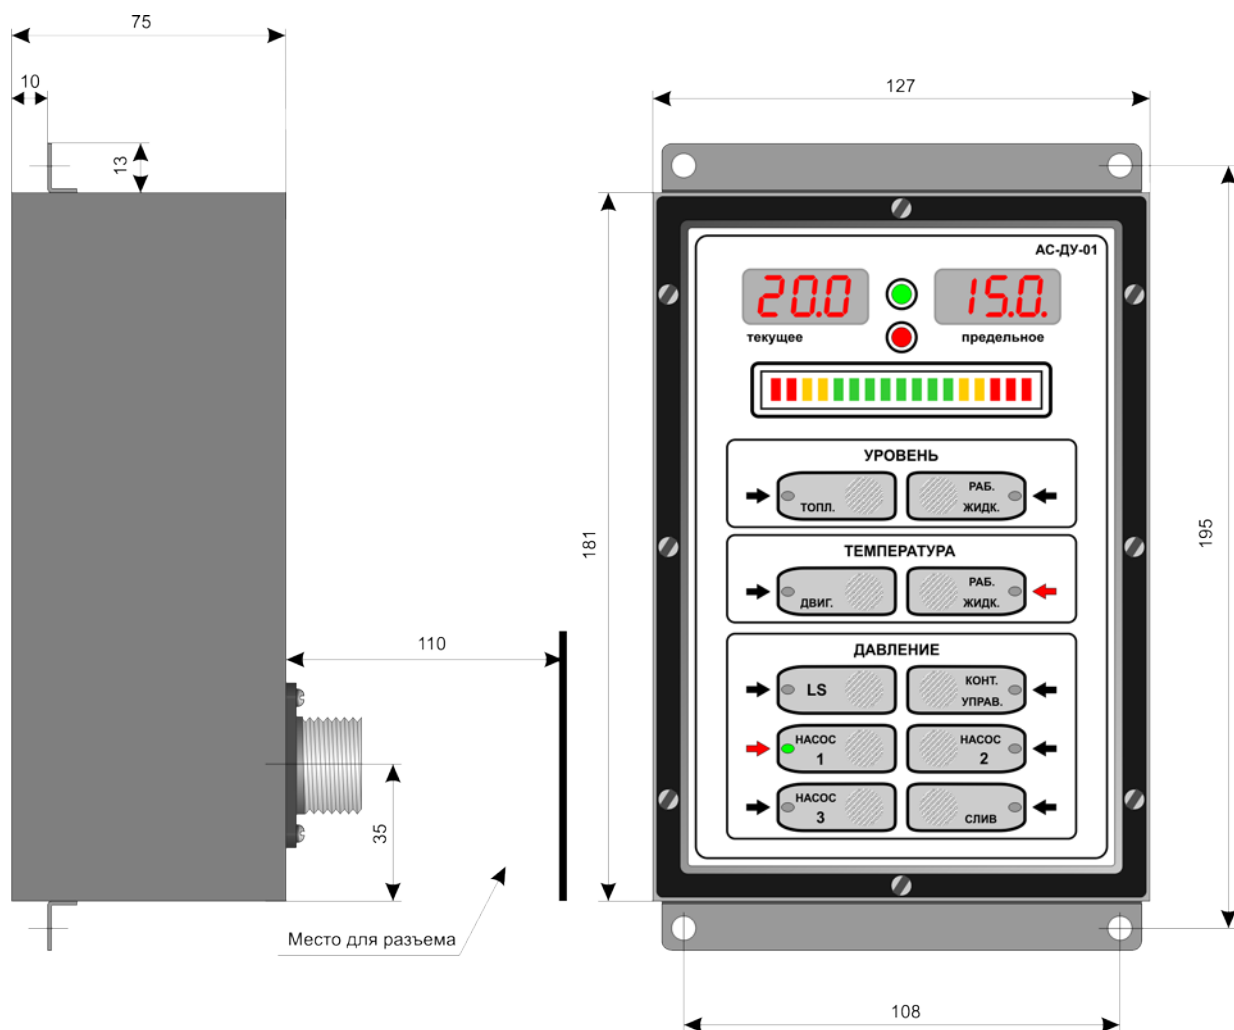

Рис.1
На лицевой панели прибора, Рис.1, *постоянно* выводится информация о состоянии одного из параметров диагностируемой машины:
| 1) Блок контроллера АС-ДУ-01_____ | 1 шт, Рис.1; |
- блок контроллера, Рис.1, справа, у боковой стенки кабины;
6.4. Блок контроллера ДУ, Рис.1, представляет собой одноплатную микроЭВМ, включающую модули приема и обработки аналоговых и дискретных сигналов, модули управления индикаторами и реле. Блок питания, индикаторы, кнопки и реле размещены на этой же плате.